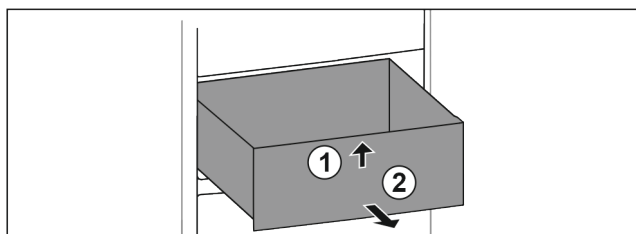

Fig. 96
- Nadzvedněte zásuvku vpředu. Fig. 96 (1)
- Vyměte zásuvku dopředu. Fig. 96 (2)